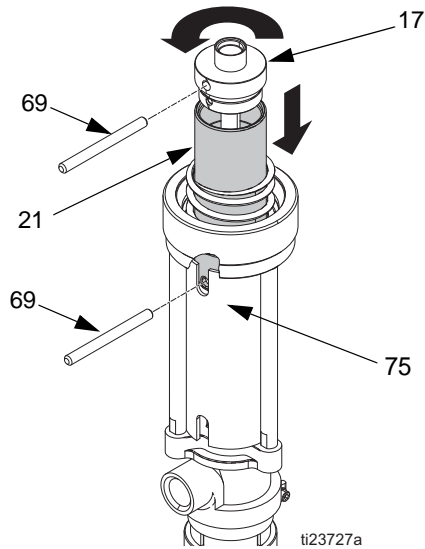

FIG. 13
4. Faire correspondre la fente dans le manteau (75) avec le trou du piston et placer l'outil à goupille (69) dans le trou de piston pour que le piston ne puisse pas tourner. Utiliser le deuxième outil de goupille (69) pour dévisser le bouchon (17) du piston et l'enlever du piston (21) pour dégager la goupille (19). Voir FIG. 13.